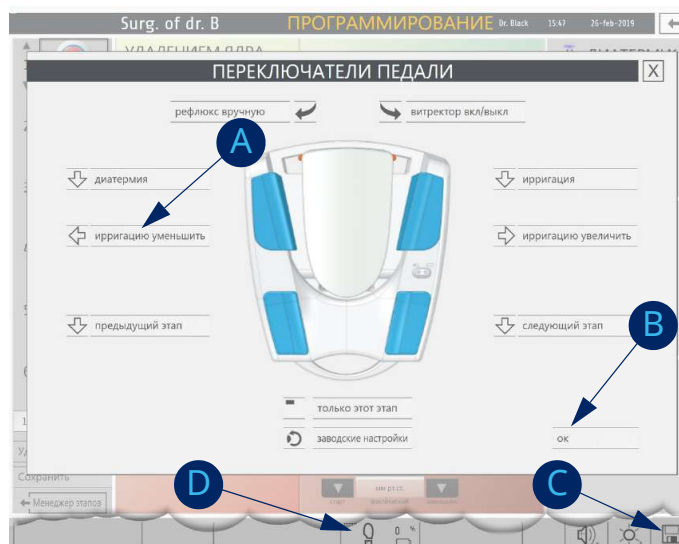

Fig. 131: Настройка педальных переключателей: Всплывающее окно
1. Нажмите на значок педальных переключателей [D] на нижней строке. Появится всплывающее окно, показанное на рис. 131.